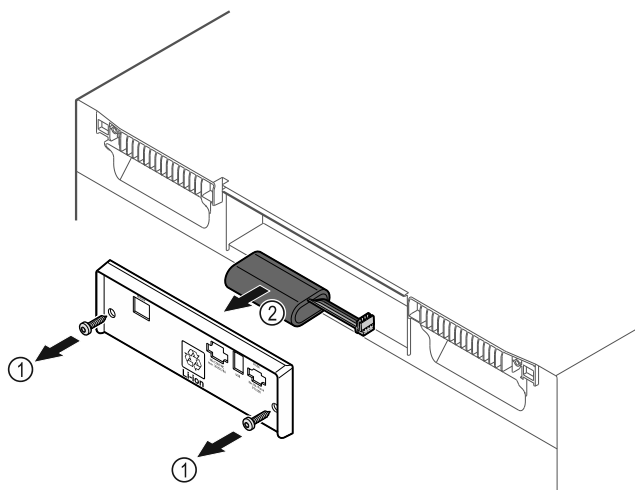

Fig. 153
- ▶ Deșurubați șuruburile și scoateți capacul de pe partea din spate a aparatului Fig. 153 (1).
- ▶ Deconectați și scoateți bateria Fig. 153 (2).